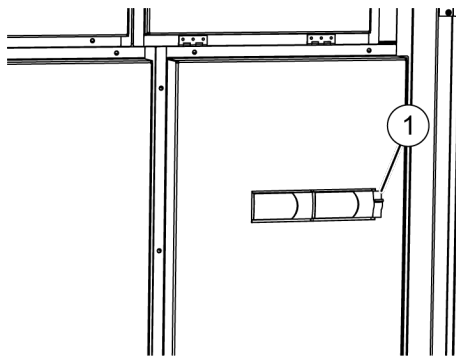

Abb. 109: Sicherung
- 11.** ➤ Sicherung (Abb. 109/1) einschalten.